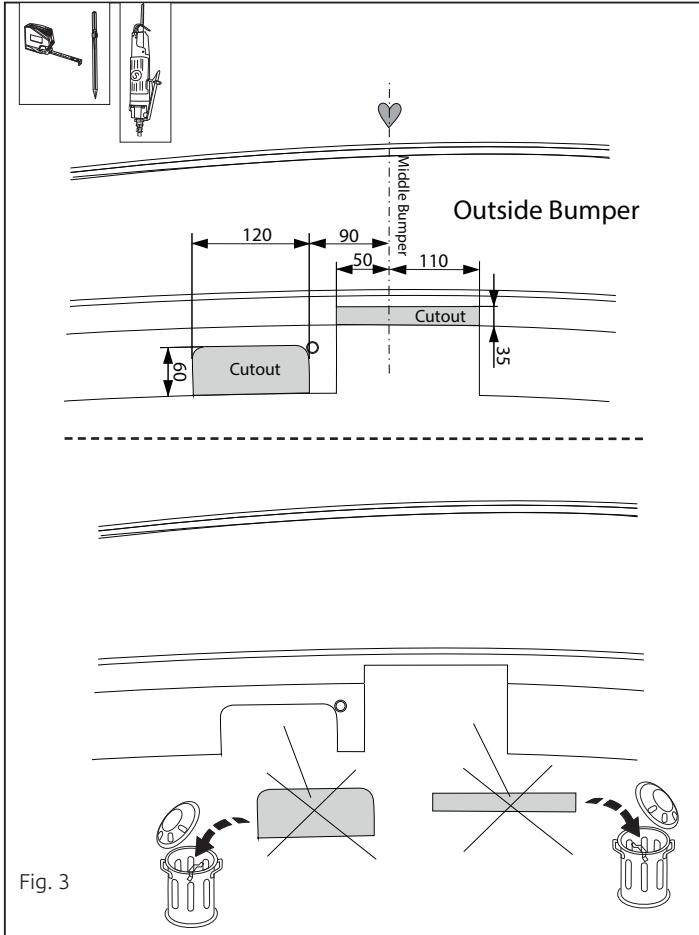

Fig. 3
5. Отпилить обозначенные части, как указано на рис. 3.